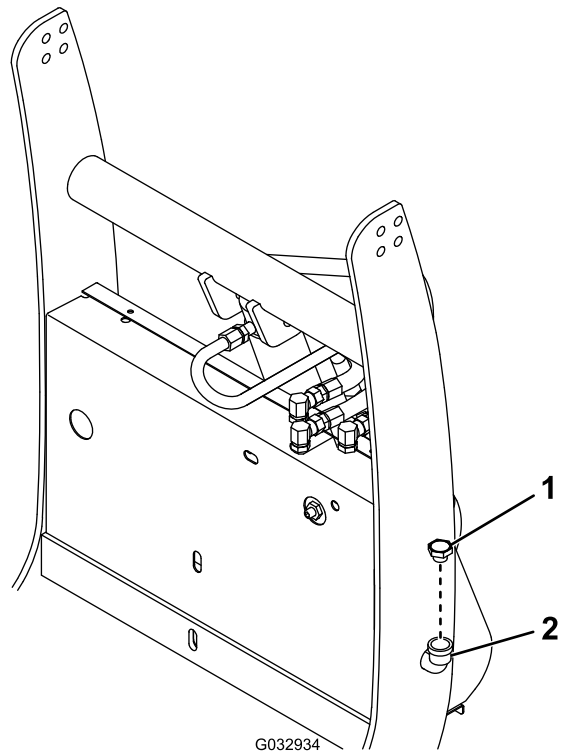

Figure 14
- Retirez le bouchon de remplissage du réservoir hydraulique (Figure 14).